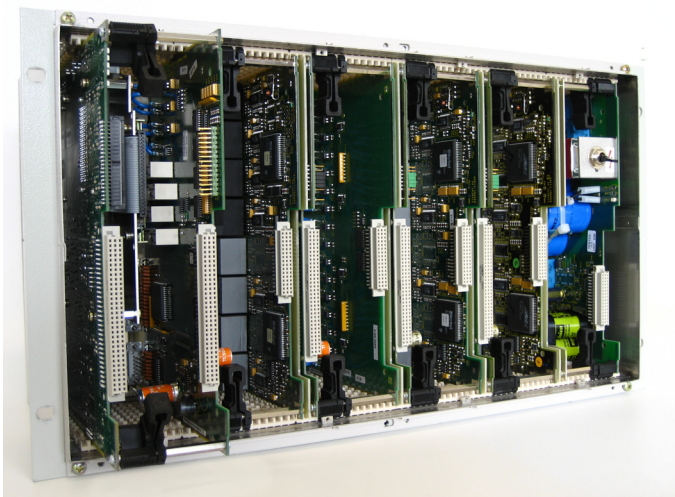

Bild 3-8 Herausziehen der CPU-Baugruppe (Ansicht mit 2,5"-Flash Disk auf der CPU-Baugruppe)
- Ziehen Sie die CPU-Baugruppe nach vorne heraus (siehe Bild 3-8).